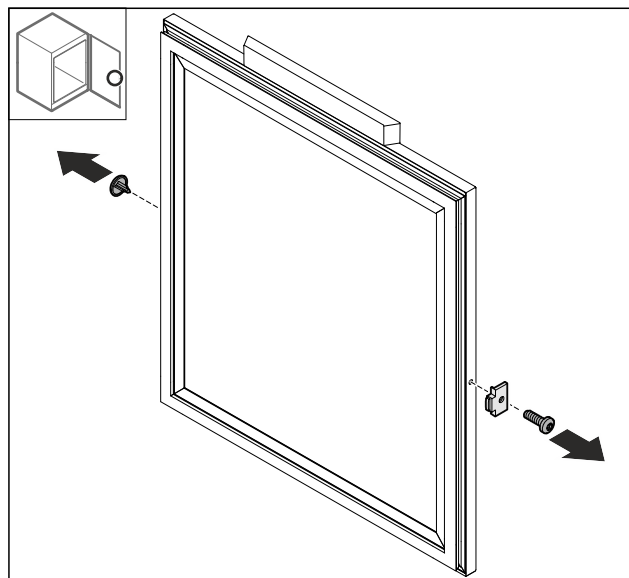

Fig. 48
- Usunąć Fig. 48 (1) osłonę.
- Zdemontować odbojnik drzwi Fig. 48 (2).